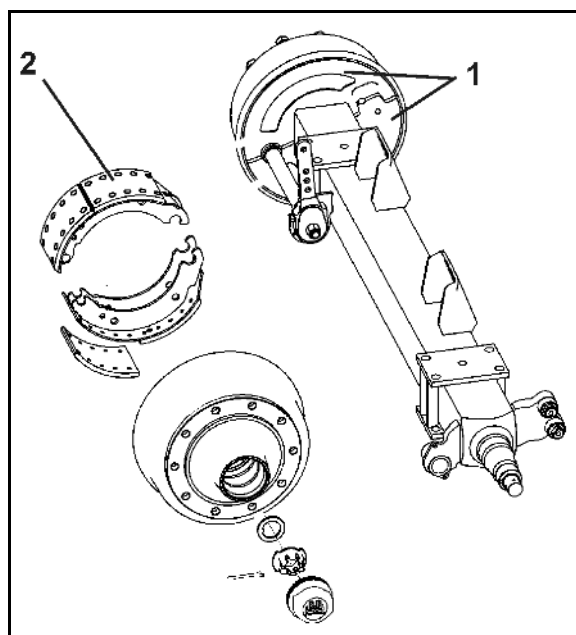

Рис. 74
1. Выверните болты и снимите оба защитных кожуха (Рис. 74/1) с внутренней стороны тормозного барабана.
Грязь может скапливаться на тормозных накладках (Рис. 74/2) и значительно снижать эффективность торможения.